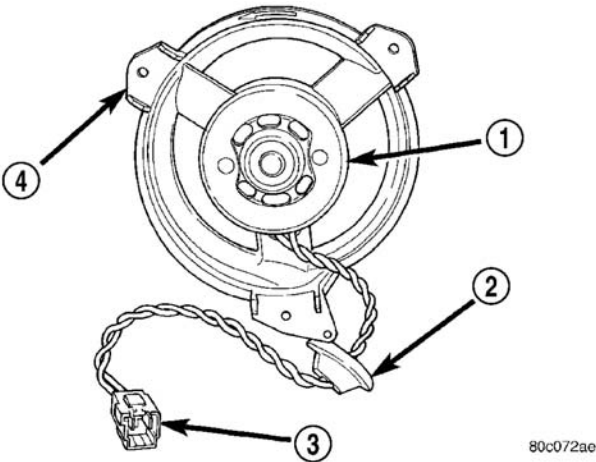

图11 鼓风机电机安装凸片
- (7) 将鼓风机电机引线和电气接头穿过进气壳体下部的扣眼孔。
- (8) 根据需要重新放置再循环风门，以接近和卸下将鼓风机电机紧固到蒸发器壳体下半部分中的鼓风机壳体上的三个螺钉（图 11）。
(9) 轻轻地弯曲再循环风门，从蒸发器壳体下半部分中的蒸发器壳体上卸下鼓风机电机和鼓风机叶轮。